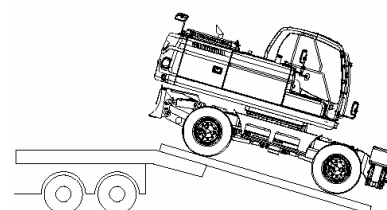

Figura 5
5. La unidad no necesita desmontaje para transporte normal en la ruta. Si se deben quitar el aguilón y el brazo, el contrapeso colocará más peso a la parte trasera de la máquina. Asegúrese de apoyar la excavadora en el remolque de manera que el extremo de contrapeso de la excavadora se ubique sobre la rampa primero. (Figura 5).
8. Pare el motor girando la llave a la posición "O" (OFF) (Figura 5).